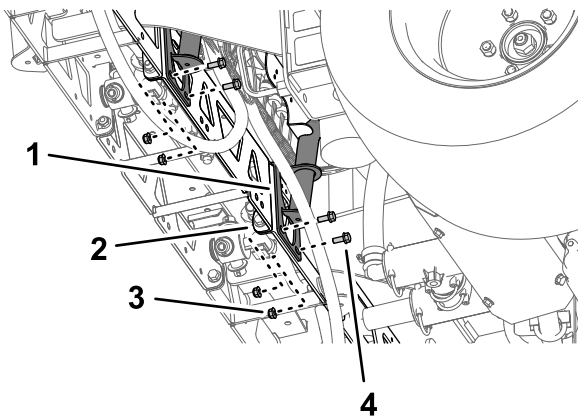
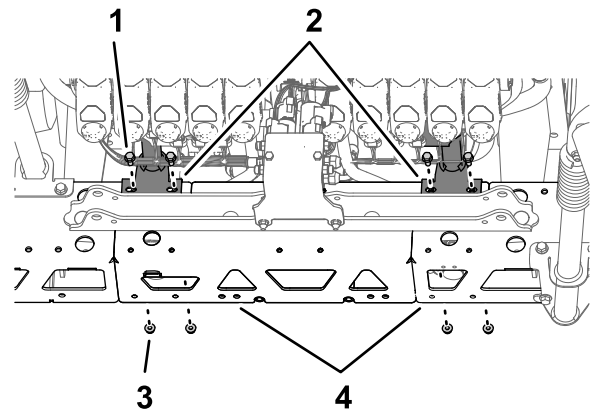

Bild 110
Bild 111
2. Fluchten Sie die Löcher in der Befestigungshalterung der Ventilbefestigung mit den Löchern im Trägerrahmen des mittleren Sprühabschnitts aus Bild 110.
3. Befestigen Sie die Ventilbefestigung mit vier Schrauben (5/16" x 3/4") und vier Sicherungsbundmuttern (5/16") am Trägerrahmen (Bild 110 und Bild 111).